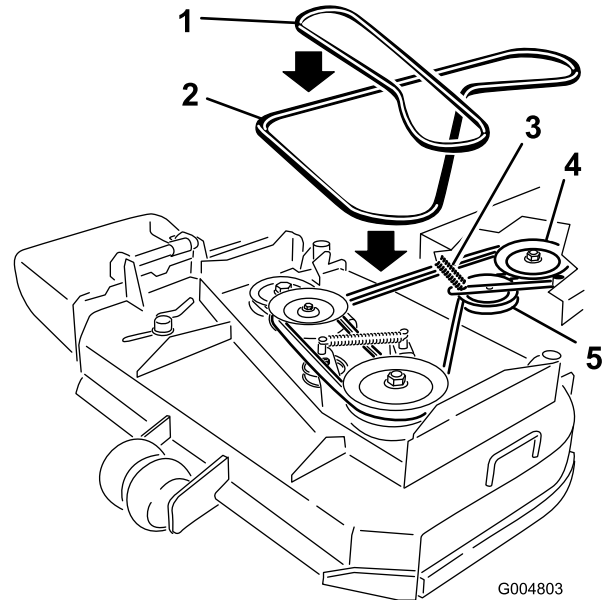

Bild 45
6. Rollen Sie den Riemen von der mittleren Spannscheibe am Mähwerk (**Bild 45**). Passen Sie beim Abnehmen des Riemens auf, da sich die Spannung aufgrund der gefederten Spannscheibe erhöht.
7. Nehmen Sie den Riemen von der Motorspannscheibe und der gefederten Spannscheibe ab (**Bild 45**).
8. Setzen Sie den neuen Riemen auf die Motorspannscheibe und die gefederte Spannscheibe auf (**Bild 45**).
9. Rollen Sie den Riemen auf die mittlere Spannscheibe am Mähwerk (**Bild 45**). Passen Sie beim Einsetzen